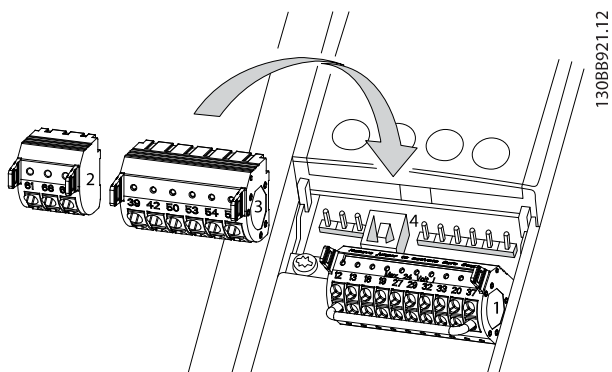
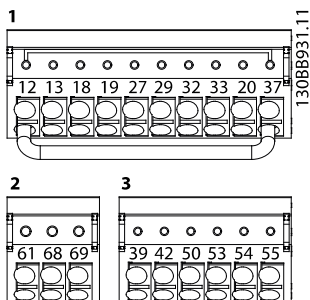

Рисунок 4.8 Расположение клемм управления
Рисунок 4.9 Номера клемм
- Если преобразователь частоты подключен к термистору, провода цепи управления данного термистора должны быть экранированы и иметь усиленную/двойную изоляцию. Рекомендуется напряжение питания 24 В пост. тока. См. Рисунок 4.8.
На Рисунок 4.8 и Рисунок 4.9 показаны съемные разъемы преобразователя частоты. Функции клемм и настройки по умолчанию приведены в Таблица 4.2.